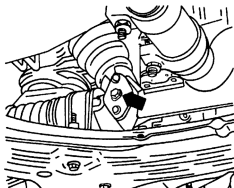

图 3-141 机械转向器间隙的调整
- 2) 试车感觉转向器间隙太小,按图 3-141 所示,微调转向器上的自锁式调整螺钉,故障排除。